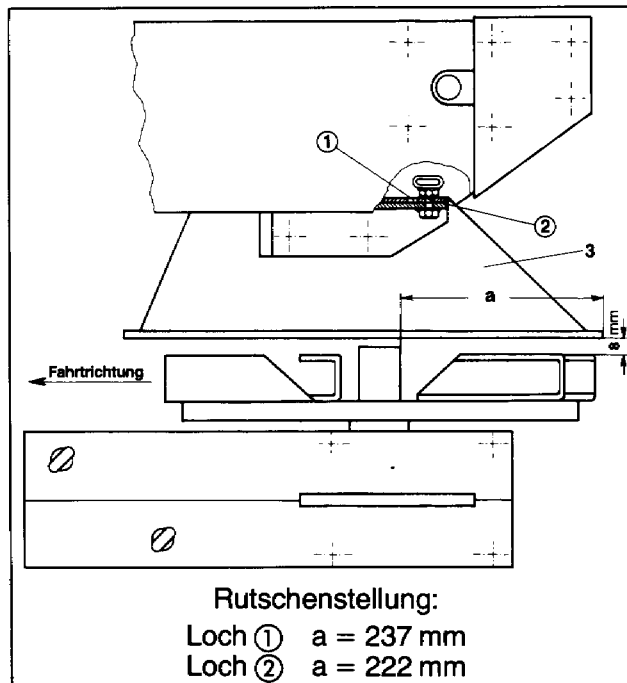

Fig. 4
bei Befestigung im Loch (2) 222 mm (siehe Fig. 4)